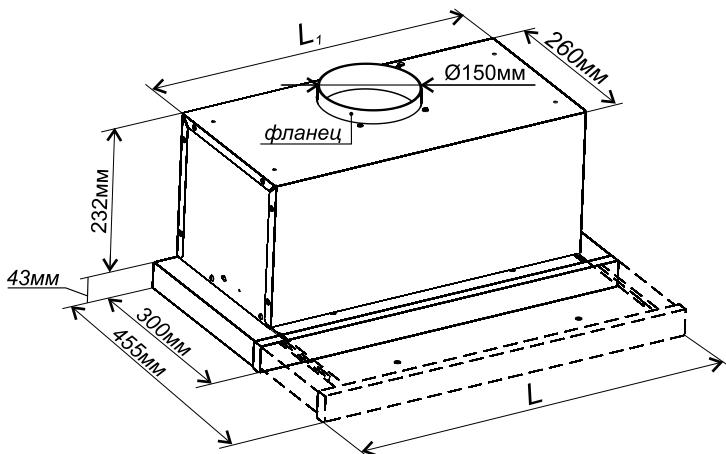

Рис. 1
- 6.1 Выбрать расстояние между нагревательной поверхностью плиты и воздухоочистителем (750 мм минимум). Прибавив 43 мм (см. рис. 1), Вы определите нижний уровень для навешивания шкафчика.